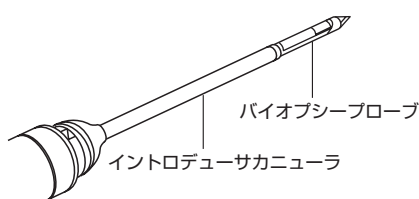

図 17
b) イントロデューサカニューラをプローブカニューラにしっかりとめめます（図17）。